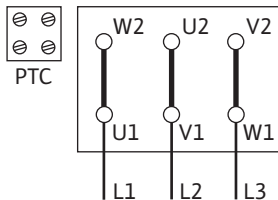

Fig. 14: Δ pārslēgšana
- Elektrotīkla pieslēgums atkarīgs no motora jaudas P2, tīkla sprieguma un ieslēgšanas veida. Nepieciešamos tiltslēgu izvietojumus termināļa kārbā skatīt turpmākajā tabulā, kā arī Fig. 14, 15 un 16.